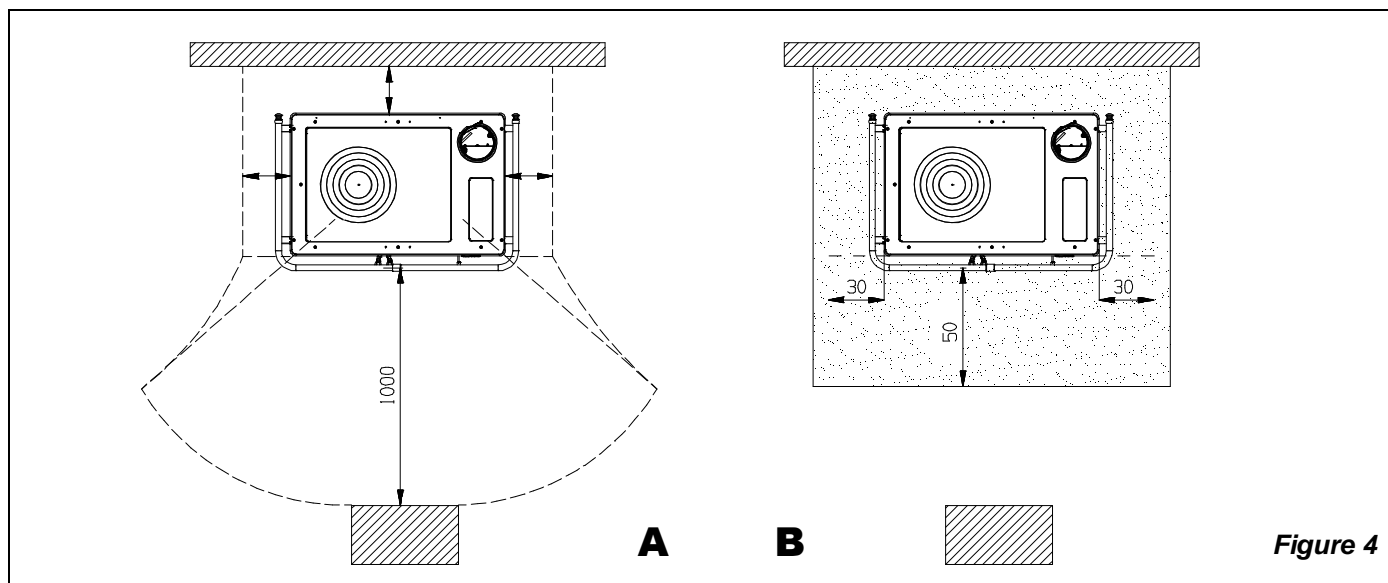

Figure 4
- a) pour assurer une isolation thermique suffisante, respecter la distance minimale de sécurité entre le poêle et les éléments de construction et objets inflammables et sensibles à la chaleur (meubles, revêtements en bois, tissus, etc.) (voir Figure 4 **A**). **Toutes les distances minimales de sécurité sont indiquées dans l'étiquette du produit et on il NE FAUT PAS descendre au-dessous des valeurs indiqués.**
- c) si le produit est installée sur un sol de matériau inflammable, prévoir une base ignifuge. **Les sols composés par matériaux inflammables**, comme moquette, parquet ou liège etc., **doivent être remplacés** pas une couche de matériel pas inflammable, par exemple céramique, pierre, vitre ou acier etc.. (dimensions selon les dispositions régionales). **Si le remplacement du sol n'est pas possible, l'appareil doit être placé sur une dalle en pierre ou en béton d'une épaisseur minimum 12 cm.** Le fond de sol doit dépasser de face d'au moins **50 cm** et latéralement d'au moins **20 cm** l'ouverture de la porte de remplissage (voir Figure 4 **B**).